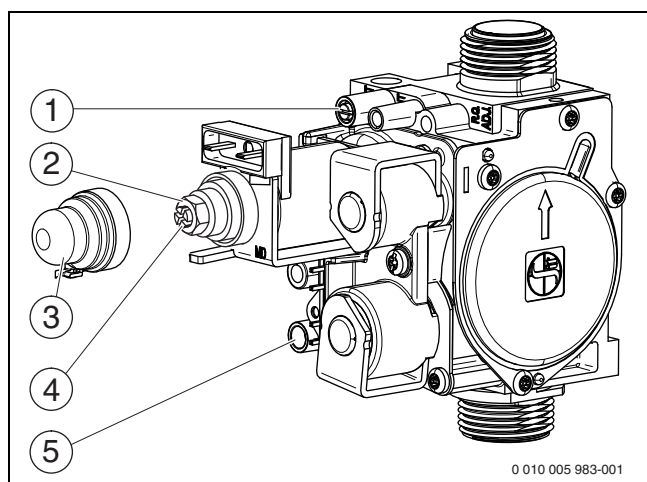

Рис. 31 Газовая арматура
- ▶ Отверните уплотнительный винт штуцера измерения давления на форсунках (рис. 31, [1]) и подсоедините U-образный манометр.
- ▶ Снимите крышку (рис. 31, [3]).
- ▶ Значение «max» давления (мбар) на форсунках приведено в таб. на стр. 42. Установите давление на форсунках регулировочным винтом максимального расхода газа (рис. 31, [2]). Поворот направо - больше газа, поворот налево - меньше газа.
- ▶ Значение «min» давления (мбар) на форсунках приведено в таб. на стр. 42. Установите давление на форсунках регулировочным винтом минимального расхода газа (рис. 31, [4]).
- ▶ Выключите котёл и закройте газовый кран, отсоедините U-образный манометр и заверните уплотнительный винт (рис. 31, [1]).
- ▶ Отверните уплотнительный винт на штуцере измерения подаваемого давления газа (рис. 31, [5]) и подсоедините манометр.
- ▶ Установите и опломбируйте крышку (рис. 31, [3]).
- ▶ Снимите заглушку с измерительного штуцера дымовых газов (→ рис. 31, [1]).